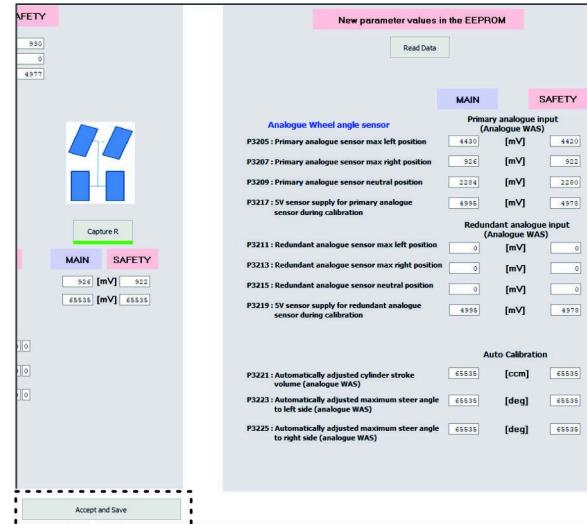

Figura 151
- Haga clic en el ícono ACEPTAR Y GUARDAR (Figura 151).